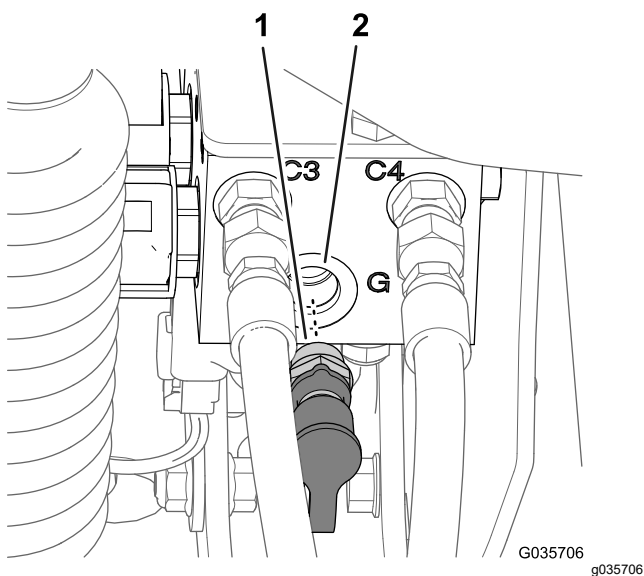

Bild 10
4. Entfernen Sie das Diagnostik-Anschlussstück und die Kappe vom Anschluss G des alten Hubzylinderverteilers (Bild 10).